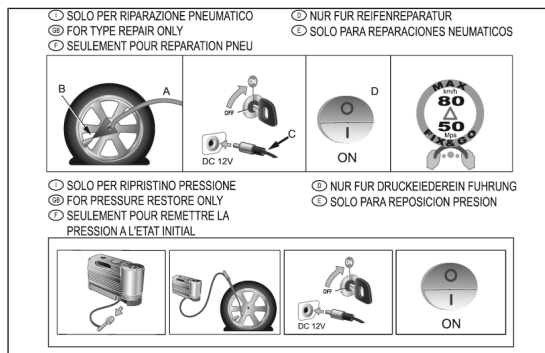

fig. 165
- dépliant informatif (voir fig. 165), destiné à utiliser correctement le kit de réparation rapide et remis ensuite au personnel qui devra manier le pneu traité ;